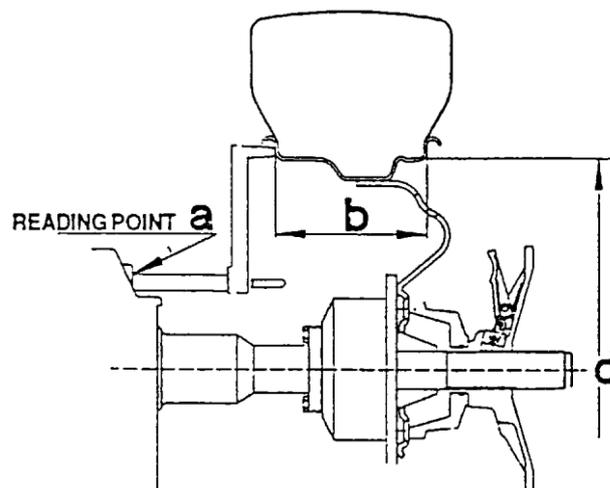

Рис. 9
- Нажмите диаметр и ширину вручную, как описано на рис. 9.